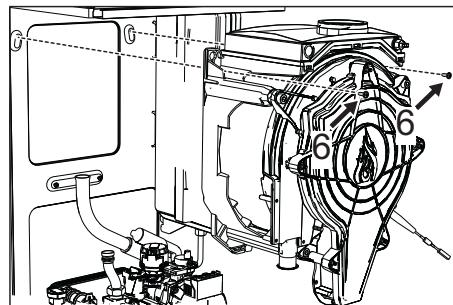

fig. 50
- Scoateți cele 2 șuruburi **de sus “6”** care fixează schimbătorul de căldură de șasiu (fig. 50)